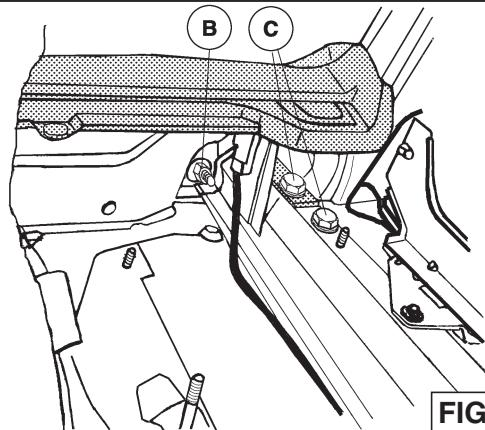

FIG.8
- Placera dragkroken i ramen av lättmetall ”enligt fig. 8” och sätt fast den på stötdämparnas fästpunkter med det originella monteringsmaterialet. Placera det hela i stötfångaren och sätt tillbaka, om monterad, värmeskölden. Placera kulstangen inklusive kontakthållare och fast den med två skruvar M12x75/31.2 inklusive planbrickor och självläsande muttrar. Momentdrag kulans fästsprövar enligt tabellen. Placera stötfångaren inklusive dragkroken och montera den med sex självläsande muttrar M10 inklusive planbrickor på punkterna B. Se fig. 10. Momentdrag samtliga skruvar och muttrar enligt tabellen och sätt tillbaka de i fig. 1
- Anbring anhængertrækket i letmetalrammen ifølge fig. 8 og monter denne med det tidligere anvendte montagemateriale på det sted, hvor støddæmperne var placeret. Anbring helheden i kofangeren og sæt (hvis det er relevant) varmeskjoldet på plads igen. Placer kuglestangen inklusiv dækpladen til stikdåsen og monter denne med to bolte M12x75/31,2 inklusiv planskiver og selvlåsende møtrikker. Spænd kuglestangens bolte ifølge tabellen. Anbring kofangeren inklusiv anhængertrækket og monter - ifølge fig. 2 - helheden ved punkterne B med
3. Colocar el gancho de remolque “de acuerdo con la fig. 8” en el armazón metal ligero y apretar éste a la altura de los puntos de fijación de los amortiguadores por medio del material original de fijación. Montar el conjunto en el parachoques y volver a poner, y si presente, el escudo térmico. Colocar la bola inclusive la placa enchufe y fijarla por medio de